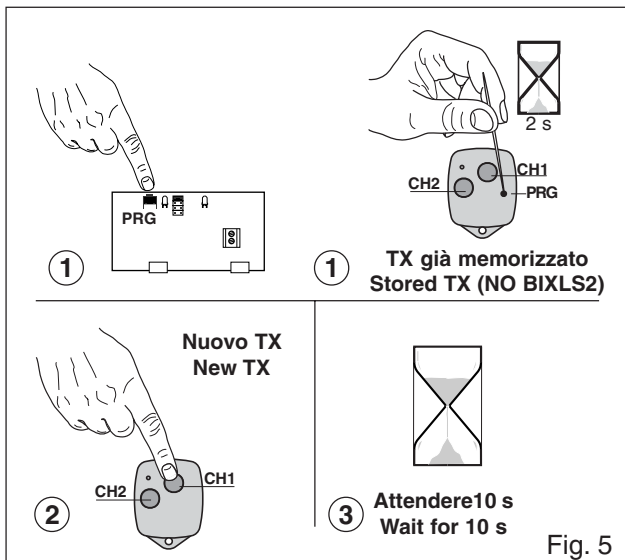

Fig. 5
3. ABILITAZIONE TRASMETTITORI (Fig. 5)